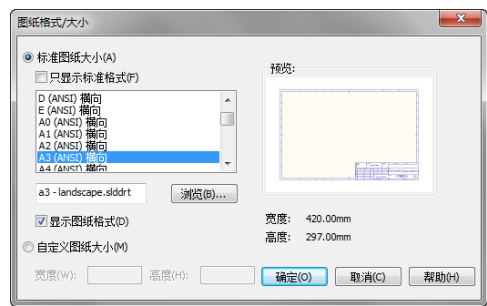

图 1-63 图纸属性窗口
① 打开工程图模板。在这个例子中，要利用现成的工程图模板来生成零件的工程图。
①单击[标准]工具栏上的[新建]按钮，出现[新建 SolidWorks 文件]对话框。
②打开[模板]选项卡，单击[工程图]图标，然后单击[确定]按钮，进入 SolidWorks 主界面。
③单击左下角的[添加图纸]按钮，弹出[图纸格式/大小]对话框，如图 1-63 所示。选择[标准图纸大小]单选按钮，并设定图纸格式为[A3—横向]，点击[确定]按钮回到工程图窗口。
④更改一些文本属性，使工程图更好地反映零件的属性。
(1) 右击工程图上的任意位置，在弹出的快捷菜单中选择[编辑图纸格式]命令。
(2) 单击[前导视图]控制栏上的[局部放大]按钮，或选择[视图] | [修改] | [局部放大]命令以放大右下方的标题栏。再次单击该按钮关闭局部放大功能。
(3) 双击标题栏，打开字体工具栏，使用该工具栏可以更改文字的字体、大小或字形。
(4) 在注释文字区域之外单击以保存此更改。用同样的方式可以对其他注释文字进行